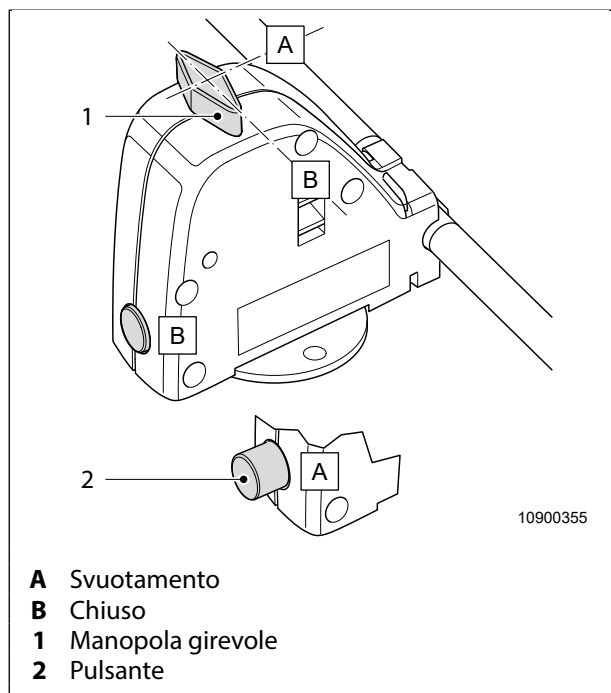

Fig. 61 Boiler dell'acqua calda Truma FrostControl
3. Girare la manopola (Fig. 61, pos. 1) dalla posizione B "Chiuso" di 90° fino all'innesto in posizione A "Svuotamento". Il pulsante (Fig. 61, pos. 2) fuoriesce.
1. Girare la manopola (Fig. 61, pos. 1) dalla posizione A "Svuotamento" di 90° fino all'innesto in posizione B "Chiuso".
2. Premere verso l'interno il pulsante (Fig. 61, pos. 2).